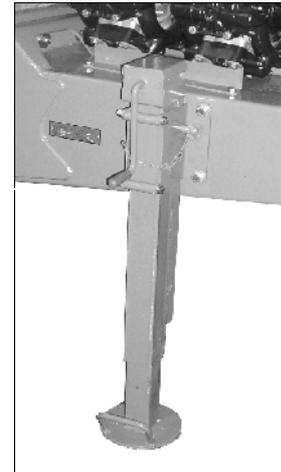

Fig. 39
- Béquille descendue (Fig. 39) lorsque la machine est dételée.